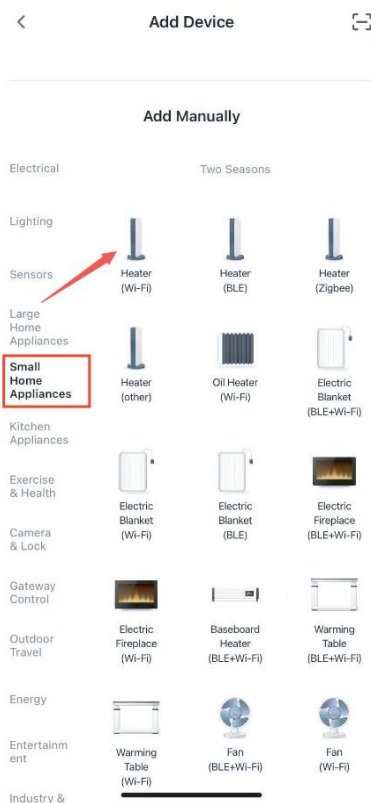

Imagen A-2
- 2.Elige “Calefactor”, como se muestra en la imagen A-2.